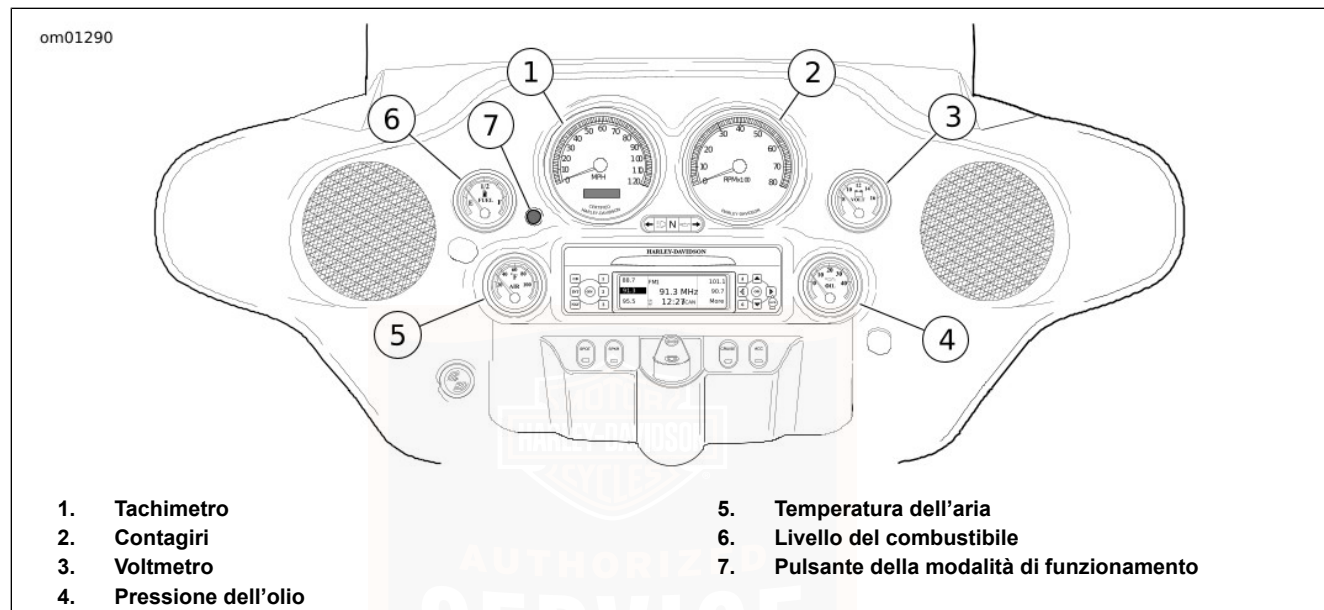

Figura 9. Strumentazione (tipica)
Vedere Figura 9. Il tachimetro registra le miglia orarie (modelli per il mercato USA) o i chilometri orari (modelli per il mercato internazionale) della marcia avanti. Il tachimetro presenta inoltre le seguenti funzioni selezionabili:
1. Vedere Figura 9. Premendo l'interruttore della modalità di funzionamento con il commutatore di accensione in qualsiasi posizione si attiverà la lettura del contachilometri e dell'ora. L'ora e le miglia/i chilometri possono essere controllati senza sbloccare il commutatore di accensione. Premere e rilasciare l'interruttore della modalità di funzionamento una volta per vedere il contachilometri. Premere e rilasciare nuovamente l'interruttore per visualizzare l'ora.
2. Vedere Figura 9. Premere l'interruttore della modalità di funzionamento finché l'ora non sia visualizzata (ora e minuti). Tenere premuto l'interruttore della modalità di funzionamento per cinque secondi o fin quando la modalità di visualizzazione 12HR (12 ore) non inizia a lampeggiare sul display del tachimetro. Rilasciare il pulsante.
Vedere Figura 9. Il contagiri misura la velocità del motore in numero di giri al minuto.